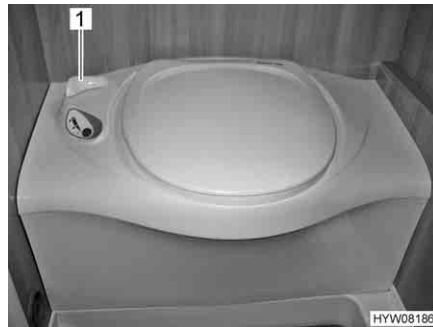

Bild 201 Thetford-Toilette
- Vor dem Spülen den Schieber der Thetford-Toilette öffnen. Dazu den Schieberhebel (Bild 201,1) entgegen dem Uhrzeigersinn drehen.
- Nach dem Spülen den Schieber schließen. Dazu den Schieberhebel (Bild 201,1) im Uhrzeigersinn drehen.